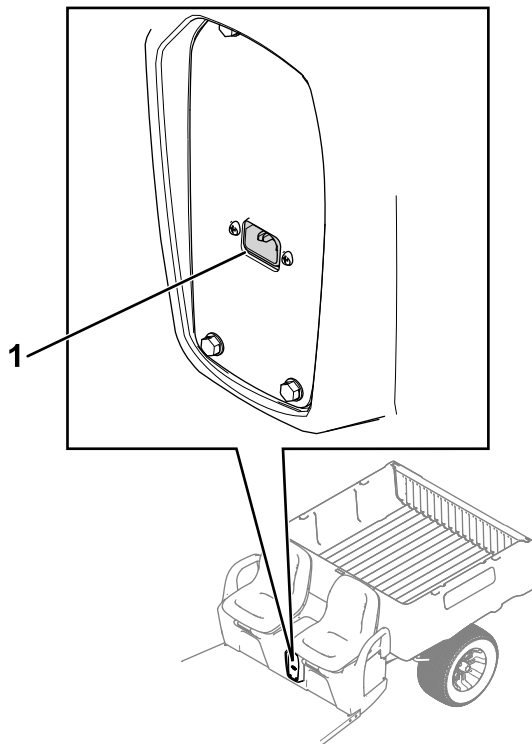

図 25
1. マシン充電器の出力部に電源コードを接続する 図 25。